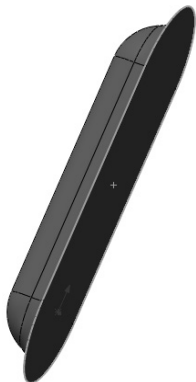
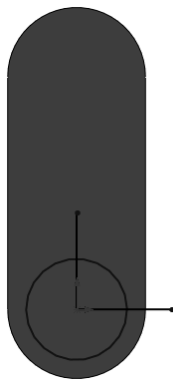

图 10-139 选择草图基准面
图 10-140 绘制定位草图
8) 单击图 10-139 中所示的底面, 然后单击“标准视图”工具栏中的 $\downarrow$ (正视于)按钮, 将该表面作为绘制图形的基准面。单击“草图”控制面板中的 $\odot$ (圆)按钮和 $\text{—}$ (直线)按钮, 以基准面的中心为圆心绘制一个圆和两条互相垂直的直线, 如图 10-140 所示, 单击 $\square$ (退出草图)按钮。